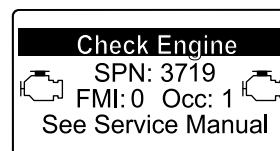

Figura 52
- Si es necesario realizar una regeneración de recuperación, el InfoCenter muestra la advertencia del motor SPN 3719, FMI 16 (Figura 52) y el ordenador del motor reduce la potencia del motor al 85 %.